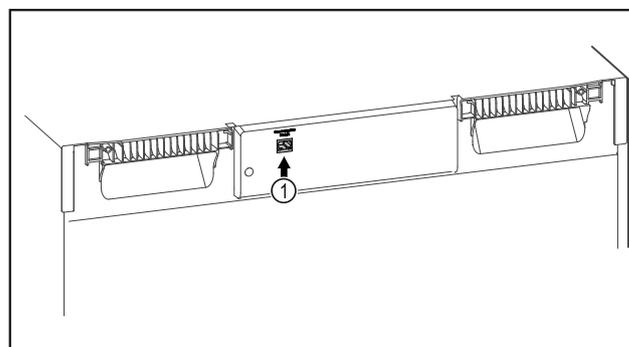

Fig. 114
- ☐ Le SmartModule Fig. 114 (1) est en place.